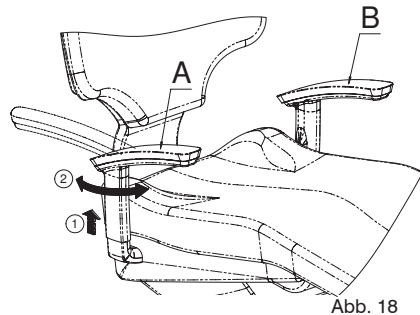

Abb. 18
Damit Sie die optionale Armstütze (A) drehen können, müssen Sie sie zunächst ein wenig anheben (ohne sie abzunehmen), um sie zu entriegeln. Drehen Sie sie dann in die gewünschte Stellung und lassen sie los, worauf sie automatisch wieder einrastet. Auf die gleiche Weise können Sie sie wieder in die Schließposition bringen (Abb. 18).